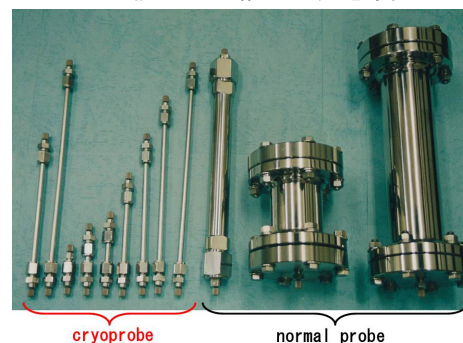

図 3. 必要な分取カラムの比較イメージ (左: クライオ用、右: ノーマル用)
- ・ 分取に要する溶媒量削減による環境負荷の低減 (図 3)